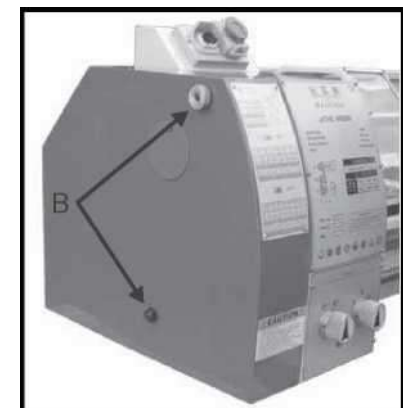

Рис. 19
1. Открутите два крепежных винта (В, Рис. 19) и снимите защитную крышку.